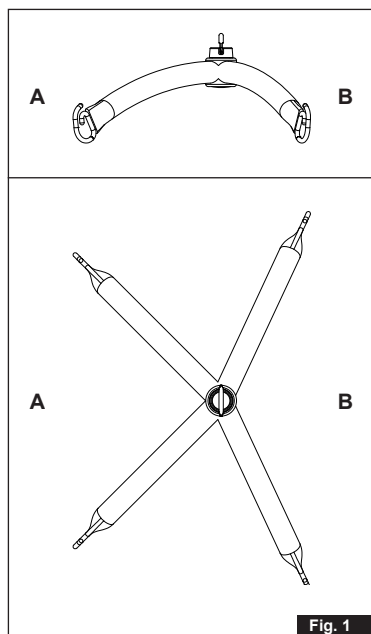

Fig. 1
Sejlets benstroppe placeres på løftebøjleens kroge, hvor afstanden mellem kroge er mindst (A). Løftearmene er mærket med 'FRONT'. Sejlets rygstroppe placeres på krydsbøjleens kroge, hvor afstanden mellem kroge er størst (B) (Fig. 1).
Place the lifting sling's leg straps on the lifting arm hooks with the smallest distance between them (A). The lifting arms are marked with 'FRONT'. Place the lifting straps from the back of the sling on the lifting arm hooks with the biggest distance between them (B) (fig. 1).
Hängen Sie die Beinschlaufen des Hebesitzes an die Haken des Kreuzbügels, die zueinander den geringeren Abstand haben (A). Diese Arme des Kreuzbügels sind mit 'FRONT' markiert. Hängen Sie die Schlaufen, die sich auf der Rückseite des Hebesitzes befinden an die Haken, die den größeren Abstand haben (B) (Abb. 1).
Plasser løfteseilets beinstropper på løftebøylekrokene med den minste avstanden mellom dem (A). Løftearmene er merket med «FRONT». Før løftestroppene fra baksiden av seilet og inn på løftebøylekrokene med den største avstanden mellom dem (B) (fig. 1).
Les boucles présentées au niveau des jambes du harnais sont positionnées sur les crochets où la distance entre les crochets est au moins (A). Les bras de levage sont marqués 'FRONT'. Les boucles présentées au niveau du dos du harnais sont positionnées sur les crochets où la distance entre les crochets est la plus grande (B) (fig. 1).
Posizionare le cinghie di sollevamento delle gambe nei ganci della barra di sollevamento che sono alla distanza minima tra loro (A). I bracci di sollevamento che sono alla distanza minima (A) sono contrassegnati con la scritta 'FRONT'. Posizionare le cinghie di sollevamento della parte posteriore dell'imbragatura (schiena) sui ganci della barra di sollevamento che sono alla distanza massima tra loro (B) (fig. 1).
Coloque las correas de piernas del arnés en los ganchos del brazo con la menor distancia entre ellos (A). Los brazos de elevación están marcados con 'FRONT'. Coloque las correas de elevación de la parte trasera del arnés en los ganchos de elevación con la mayor distancia entre ellos (B) (fig. 1).